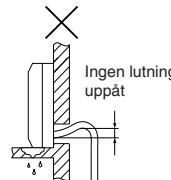

Fig. 2
- Dra inte dräneringsrören så som visas i Fig. 2 till 5.